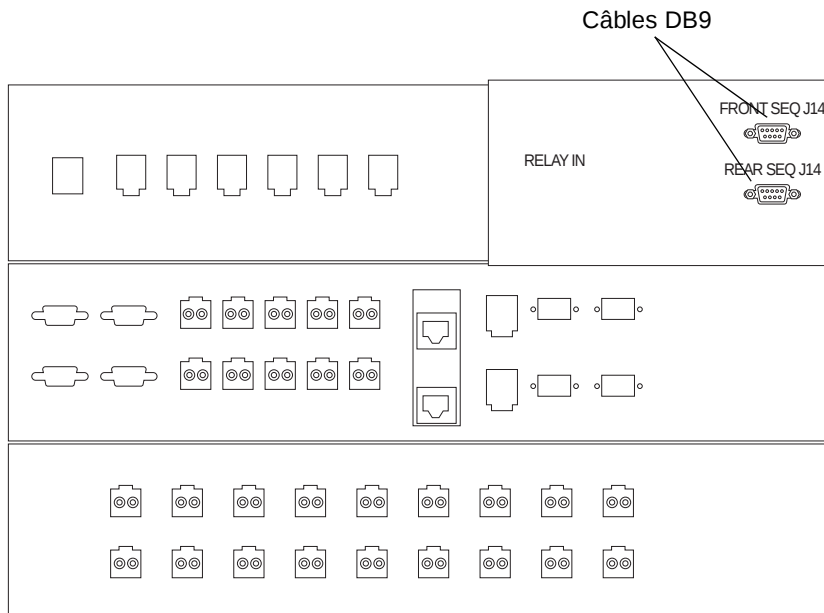

FIGURE B-2 Connexions des séquenceurs d'alimentation avant et arrière à l'intérieur du panneau de service de l'armoire de base
6. **Localisez les deux câbles DB9 fixés de façon souple à l'arrière du panneau de service, à proximité du panneau relais. Reliez le câble portant le libellé J14 vers PP Front Seq J14 In au connecteur FRONT SEQ J14 et le câble portant le libellé J14 vers PP Rear Seq J14 In au connecteur REAR SEQ J14 à l'arrière du panneau de service (FIGURE B-2).**